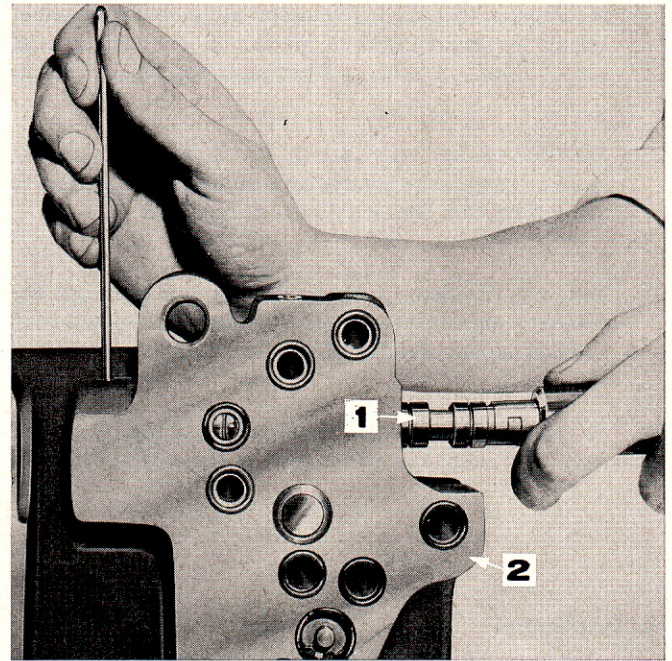

Figure 71: Pose du tiroir sélecteur
8. Poser le ressort et la bille du tiroir sélecteur dans le trou prévu à cet effet dans l'alésage du tiroir. Enfoncer la bille et le ressort avec une tige mince, tout en introduisant le tiroir sélecteur jusqu'à ce que la bille prenne position dans une des gorges usinées à l'extrémité (Figure 71).